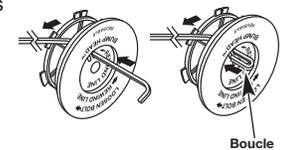

Fig. 33
8. Découpez environ 3 m (10 pi) de fil neuf. Insérez une extrémité de fil dans l'un des deux trous du moulinet intérieur (Fig. 33). Tirez le fil jusqu'à ne laisser que 10 cm (4 po) environ.
9. Insérez l'extrémité du fil dans le trou ouvert du moulinet et tirez sur le fil pour que la boucle soit le plus petit possible (Fig. 33).